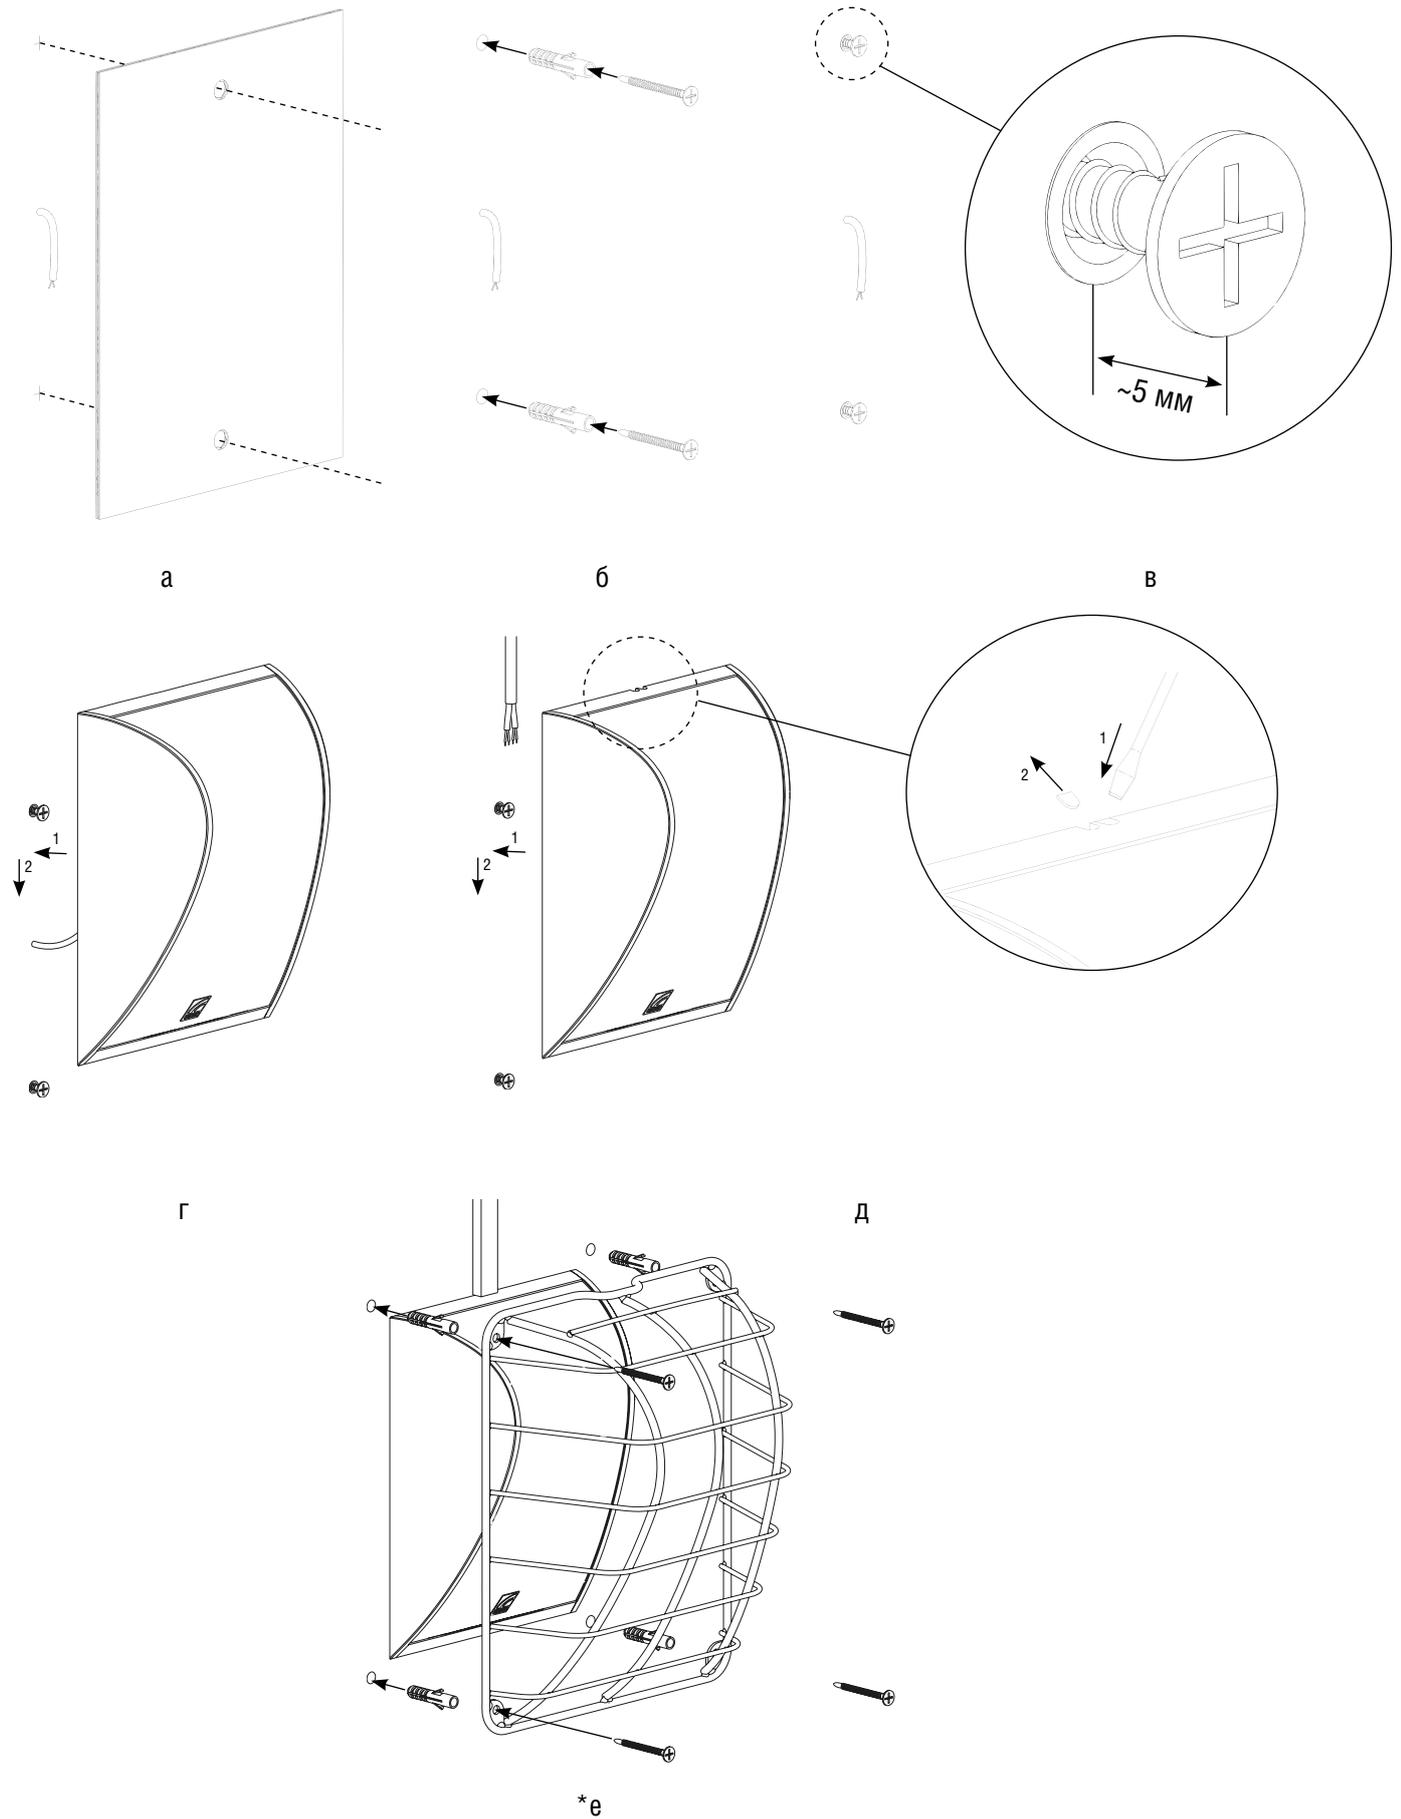

Рисунок 7.2 Порядок установки оповещателя
1. С помощью монтажного шаблона нанести разметку для крепежных изделий (**Рис. 7.2, а**).
2. Просверлить отверстия. Установить крепёжные изделия (дюбеля) и крепежные элементы (шурупы или саморезы) согласно (**Рис. 7.2, б, Рис. 7.2, в**).
4. Для подвода кабеля, можно выдавить заглушку на корпусе изделия (**Рис. 7.2, д**).
5. Установить оповещатель на поверхность путём попадания в паз и фиксации (**Рис. 7.2, д, Рис. 7.2, г**). Установленный оповещатель должен плотно прилегать к поверхности и не должен иметь люфта.
6. При необходимости, установить защитную решетку на оповещатель. (**Рис. 7.2, е**)\*.